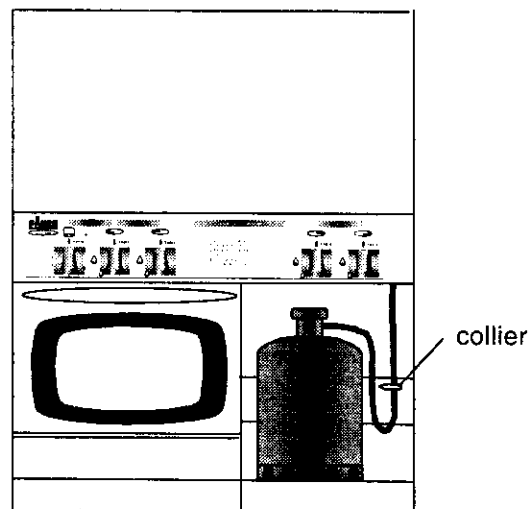

fig. 15
- Le tuyau doit IMPERATIVEMENT être fixé sur le côté arrière de la cuisinière, à l'aide d'un collier (fig. 15).